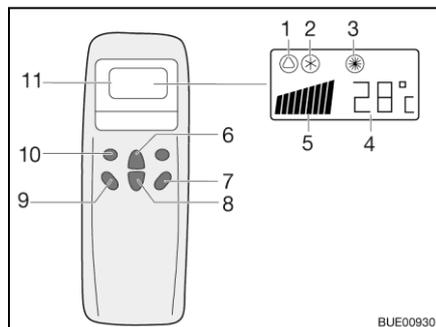
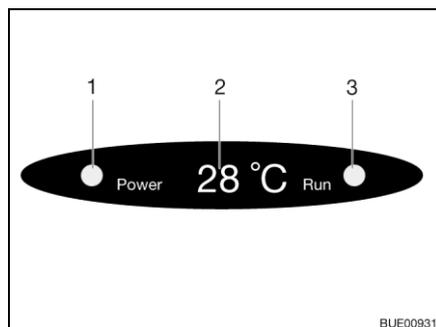

Fig. 152 Mando a distancia
Fig. 153 Indicación en el difusor
- Pulsar la tecla "ON/OFF" (Fig. 152,7).
- Pulsar la tecla "Mode" (Fig. 152,10) las veces que sean necesarias hasta que se visualice el modo de funcionamiento deseado (Fig. 152,1, 2 ó 3) en el display. La luz de control correspondiente en la indicación del difusor (Fig. 153,3) estará encendida.
- Ajustar la temperatura deseada con las teclas Aumentar temperatura (Fig. 152,6) o Reducir temperatura (Fig. 152,8).
- Seleccionar la etapa deseada del ventilador con la tecla Velocidad del ventilador (Fig. 152,9).